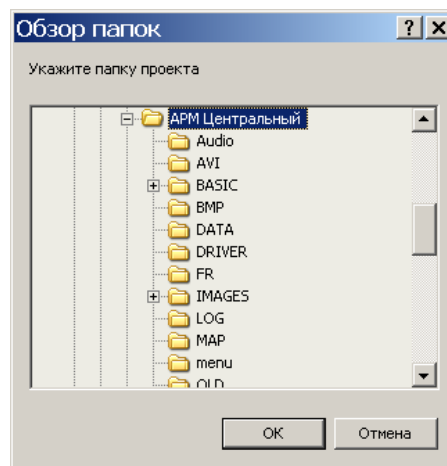

Рисунок 69
- кнопка открытия заранее созданной папки проекта (рисунок 69).